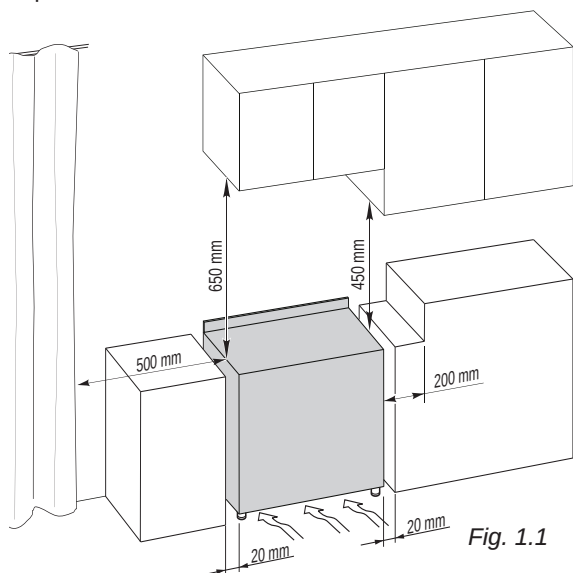

Fig. 1.1
Le condizioni di installazione, per quanto riguarda la protezione contro il surriscaldamento delle superfici adiacenti alla cucina, devono essere conformi alle figure 1.1 oppure 1.2.
■ Classe 1 (fig. 1.1)
Nel caso in cui sopra l'apparecchiatura vi sia un pensile o cappa mantenere fra il top ed il suddetto pensile o cappa la distanza minima pari a 650 mm (vedi anche fig. 1.1).